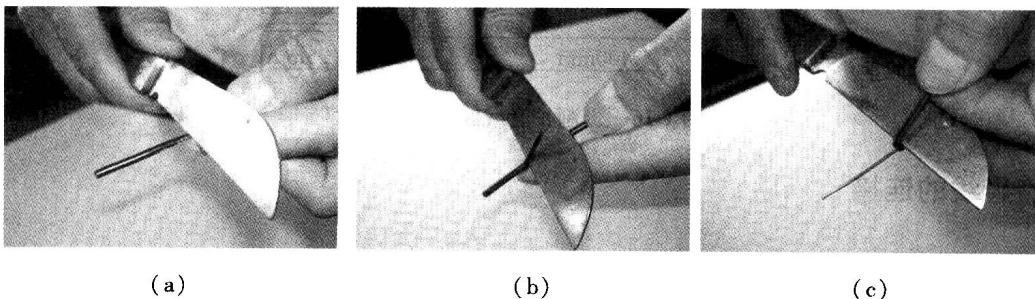

图 1-12 电工刀剥削导线的绝缘层
(1) 根据要求的长度用电工刀以倾斜 45° 角切入导线的绝缘层(通常剥削多股导线绝缘层的长度为线芯直径的20倍),如图1-12(a)所示。
(2) 将刀面与线芯以倾斜 25° 角用力向线端推削,削去导线上面一层的绝缘层,如图
(3) 将导线的绝缘层向后翻转,用电工刀齐根割断,如图 1-12(c)所示。